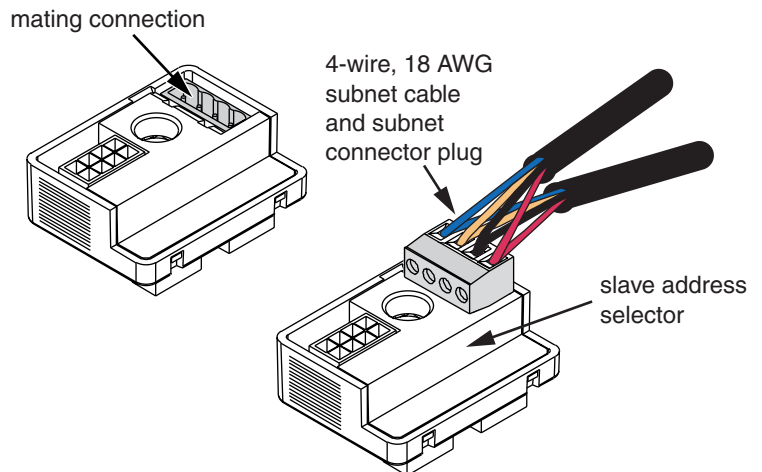

Figure 5: Slave address selector with the subnet connector plug
- Push the first subnet connector plug into the mating connection on the first slave address selector (see Figure 5).
1. Enchufe el primer conector de subred a la conexión de acoplamiento en el primer selector de direcciones del dispositivo esclavo (vea la Figure 5).